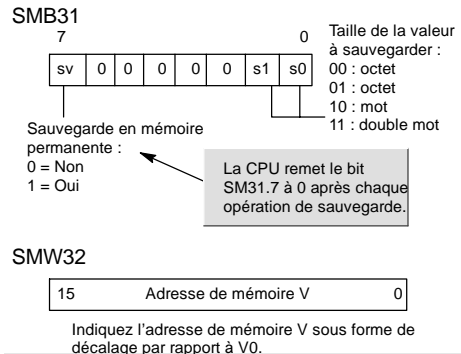

Figure 4-17 SMB31 et SMW32
L'octet SMB31 ordonne au S7-200 de copier une valeur de mémoire V dans la zone de mémoire V de la mémoire permanente. Le mot SMW32 contient l'adresse de la valeur à copier. La figure 4-17 montre le format des SMB31 et SMW32.
2. Chargez la taille des données dans les mémentos SM31.0 et SM31.1, comme illustré à la figure 4-17.